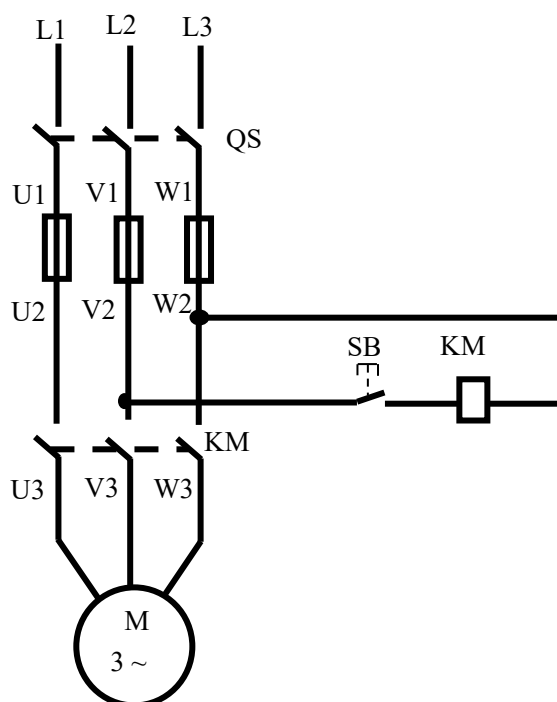

图 8-1 电动机点动控制
1) 按图 8-1 接线，其中电动机采用 Y 接法；并请指导教师检查线路是否无误，方可通电；